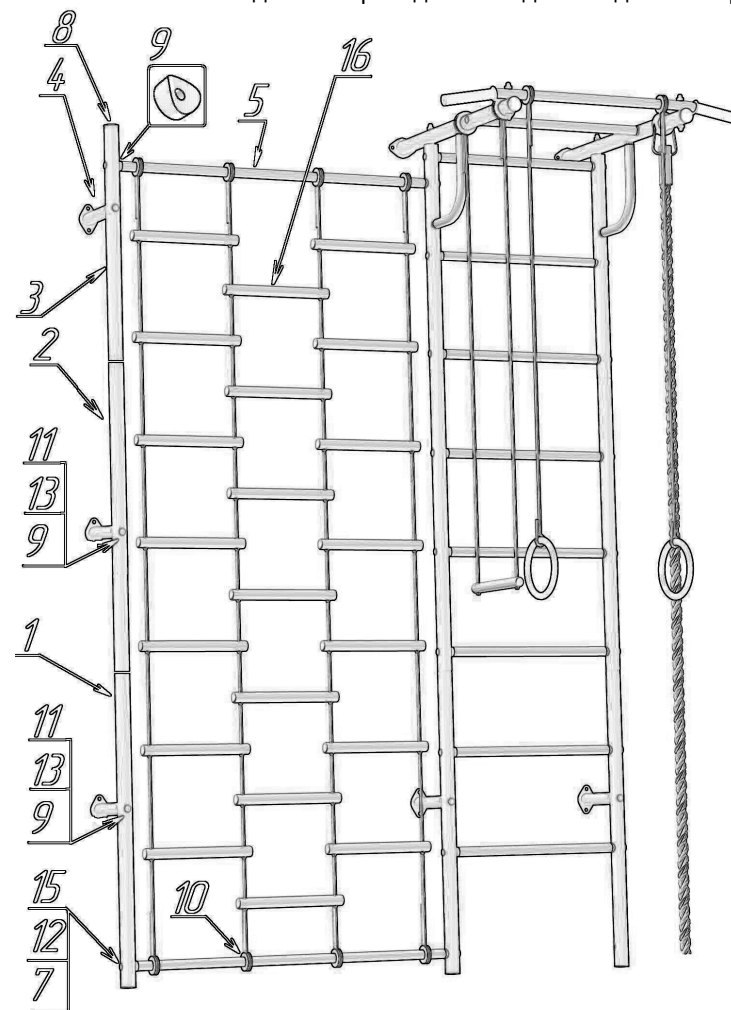

Рис. 1 – ДСК-6. С. «Роки-С» детали и состав секции с сеткой.
3.1. КОМПЛЕКС представляет собой сборно-разборную каркасную конструкцию из металлических труб, закрепленную анкерными болтами в стену (Рис. 1.) Основными составными элементами КОМПЛЕКСА являются вертикальная рама и натянутая на ней сетка.
Устройство КОМПЛЕКСА см. на Рис.1.